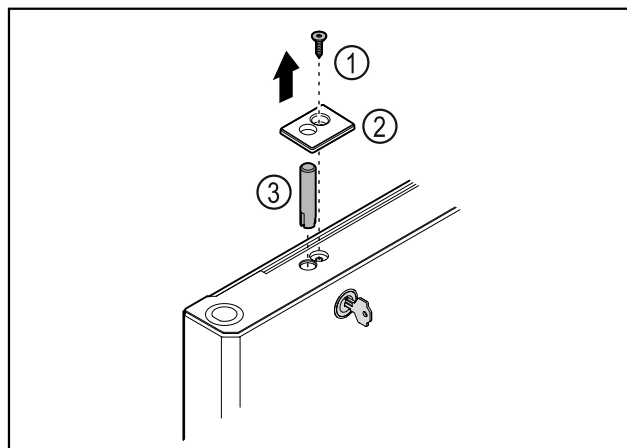

Fig. 37
- ▶ Rimuovere la vite Fig. 37 (1).
- ▶ Disinnestare la copertura Fig. 37 (2) con l'ausilio di un piccolo cacciavite e rimuoverla.
- ▶ Estrarre il perno della serratura Fig. 37 (3).